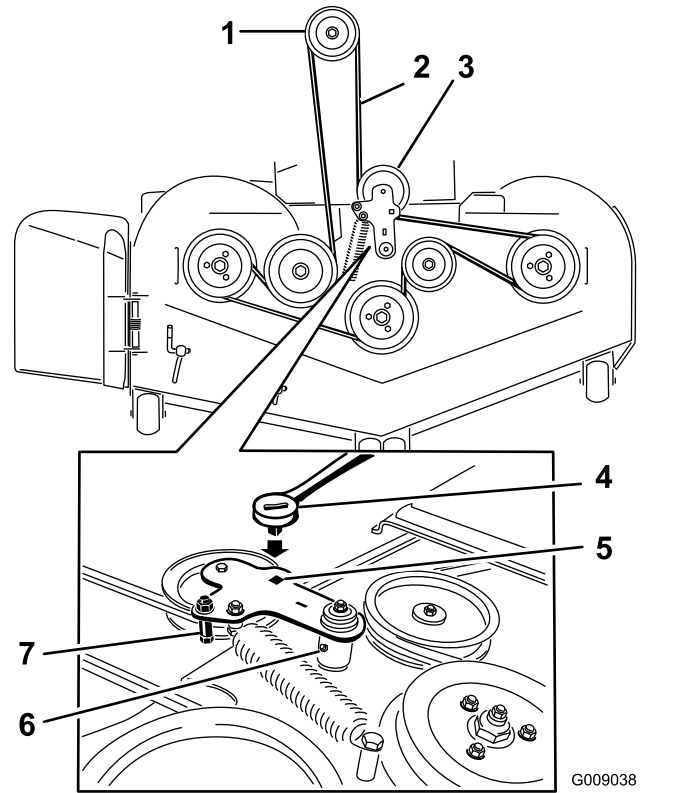

**Figura 79**
4. Retire las cubiertas de la correa (Figura 79).